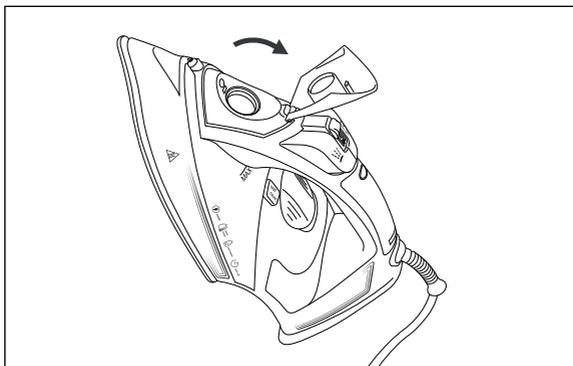

Fig. 3
- 2) Sostenere il ferro da stiro a vapore inclinato e aprire il coperchio dell'apertura di riempimento **Easy-Fill 2** (vedere fig. 3).